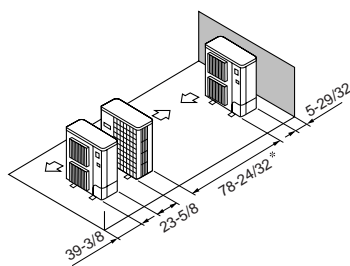

Fig. 2-12
- ⑤ Disposición en paralelo de unidades simples (Fig. 2-12)